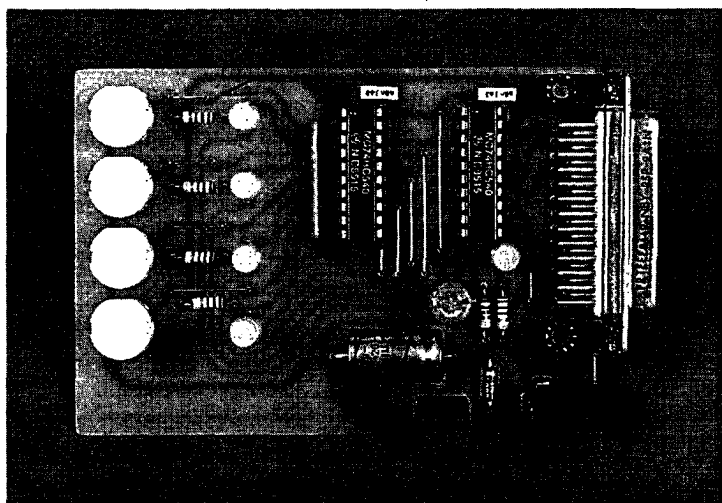

Рис. 5.1. Логический имитатор, управляемый с ПК
Имитатор, который мы изучили в прошлой главе, ограничен двумя входами для каждого выхода и восемью функциями. Любое расширение возможностей аппаратных имитаторов, как правило, приводит к усложнению схемы, увеличению количества микросхем и, как следствие этого, ведет к повышению себестоимости. При использовании персонального компьютера (PC), выполняющего те же функции, но программно, наше устройство может стать более эффективным (рис. 5.1). В новой схеме присутствует четыре входа, что выражается в некотором усложнении устройства, но и приводит к лучшему пониманию логики. Кроме того, число логических функций в имитаторе зависит только от программы управления и не потребует новых микросхем. Мы увидим, что в программе QBASIC можно создать программу, эффективно управляющую установкой. Лучше использовать последние версии языка программирования WINDOWS. К восьми основным функциям мы добавили специальную, соединяющую в себе множественное И совместно с ИЛИ.